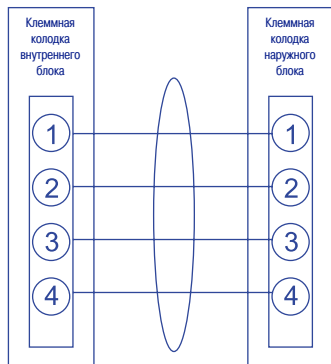
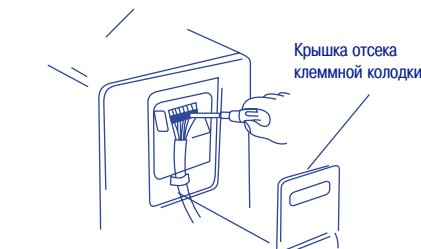

Рис. 16
Рис. 19
- Выполняйте электромонтаж в соответствии с электрической схемой (рис. 16)
- Подсоедините кабель к контактам клеммной колодки в соответствии с рис. 16 и рис. 19.